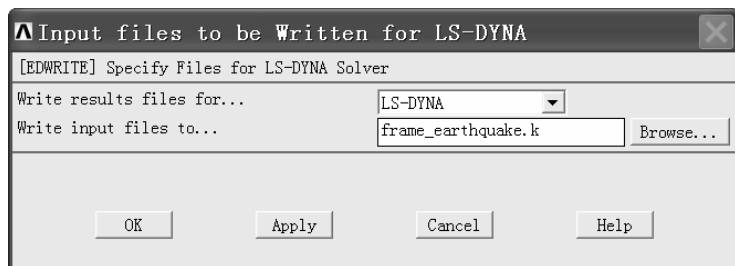

图 10-43 “Input files to be Written for LS-DYNA” 窗口
(3) 在“Write input files to...”窗口中“文件名(N):”后的方框中输入“frame\_earthquake.k”, 然后单击“保存”按钮返回到“Input files to be Written for LS-DYNA”窗口(见图 10-43)。